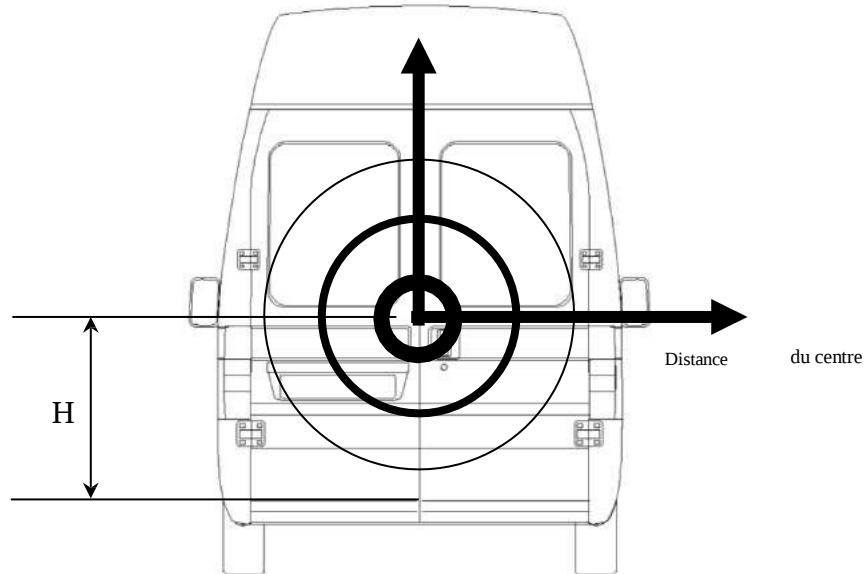

Fig.4
- Le positionnement du blindage par rapport au bord inférieur de la porte "H" doit être tel qu'il maximise l'efficacité, donc le plus près possible du centre de la porte (voir fig. 4) ; idéalement, la distance entre le bord inférieur de la porte et la serrure (H) est égale à la distance entre la serrure et le bord supérieur.